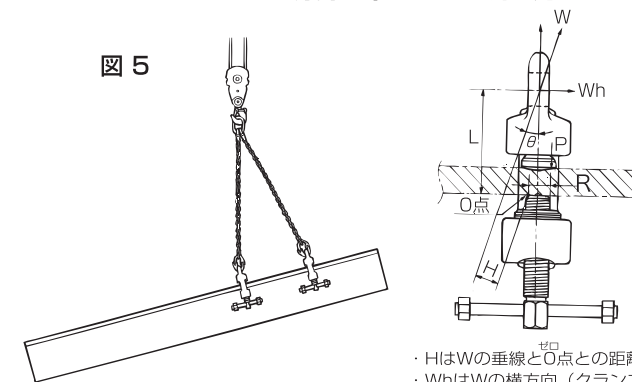

図 5
5. 図5のように斜めつりになった場合、クランプの球面アゴと締付ねじの間に、次のような締付力が発生します。